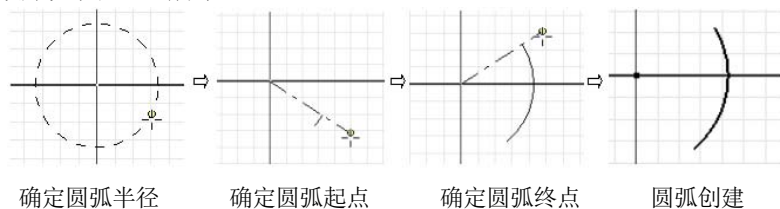

图 2-13 创建中心点圆弧示意图
(1) 创建三点圆弧的过程是：单击【圆弧】工具旁边的下拉箭头，然后单击【三点圆弧】工具，在图形窗口中单击以创建圆弧起点，然后移动光标并单击以设置圆弧终点，这时候就可移动光标以预览圆弧方向，然后单击以设置圆弧上一点，这样，三点圆弧就创建成功了。
(2) 创建中心点圆弧的过程是：单击【圆弧】工具旁边的下拉箭头，然后单击【中心点圆弧】工具，在图形窗口中单击以创建圆弧中心点，然后移动鼠标以改变圆弧的半径和起点，单击以确定，接着移动鼠标预览圆弧方向，最后单击设置圆弧终点，此时圆弧创建成功。创建中心点圆弧的顺序如图 2-13 所示。